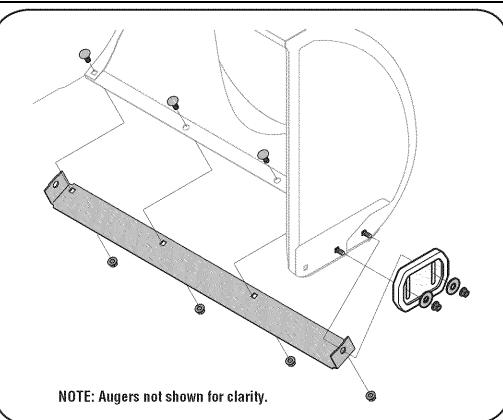

Рис. 18
2. Установите новые лыжи с помощью четырех болтов (по два на каждой стороне), шайб и шестиугольных фланцевых гаек (См. Рис. 18).
2. Установите новый нож таким образом, чтобы головки болтов были направлены внутрь рамы. Затяните болты. (См. Рис. 18).